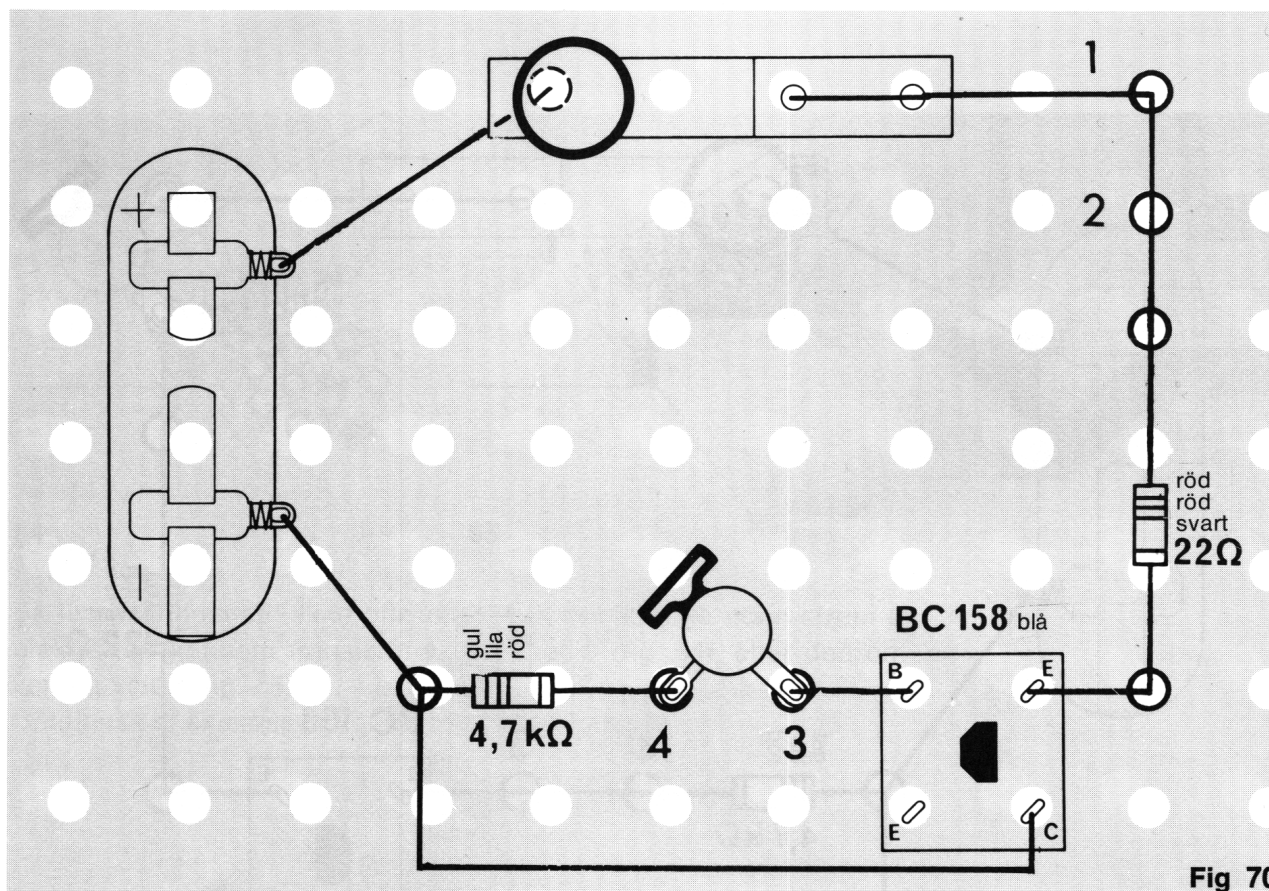

Fig 70
For å undersøke dette tar du bort ledningen mellom klemme 3 og 4, og monterer inn lampen istedenfor. Klemme 1 og 2 forbinder du med en ledning (fig. 70, 71). Merkelig! — Nå ble lampen mørk. Dersom strømmen som får lampen til å lyse, ikke går fra basis til emitter, så kan den jo bare gå fra kollektor (C) til emitter (E).